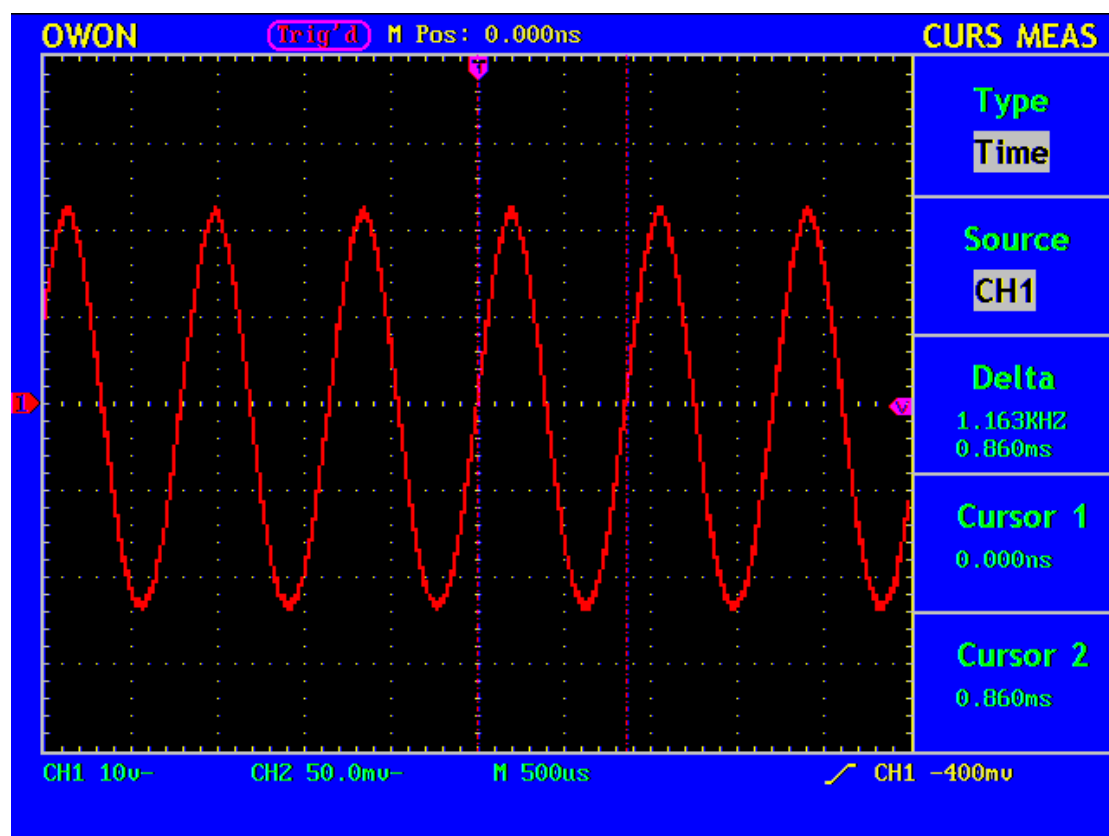

Fig. 54 カーソル測定の波形
4. 測定された波形に合わせて、CURSOR1 と CURSOR2 の位置を調節します。Cursor1 のウィンドウには実行中の Cursor1 の位置が、Cursor2 のウィンドウには実行中の Cursor2 の位置が、それぞれ表示されます。(Fig.54 参照)